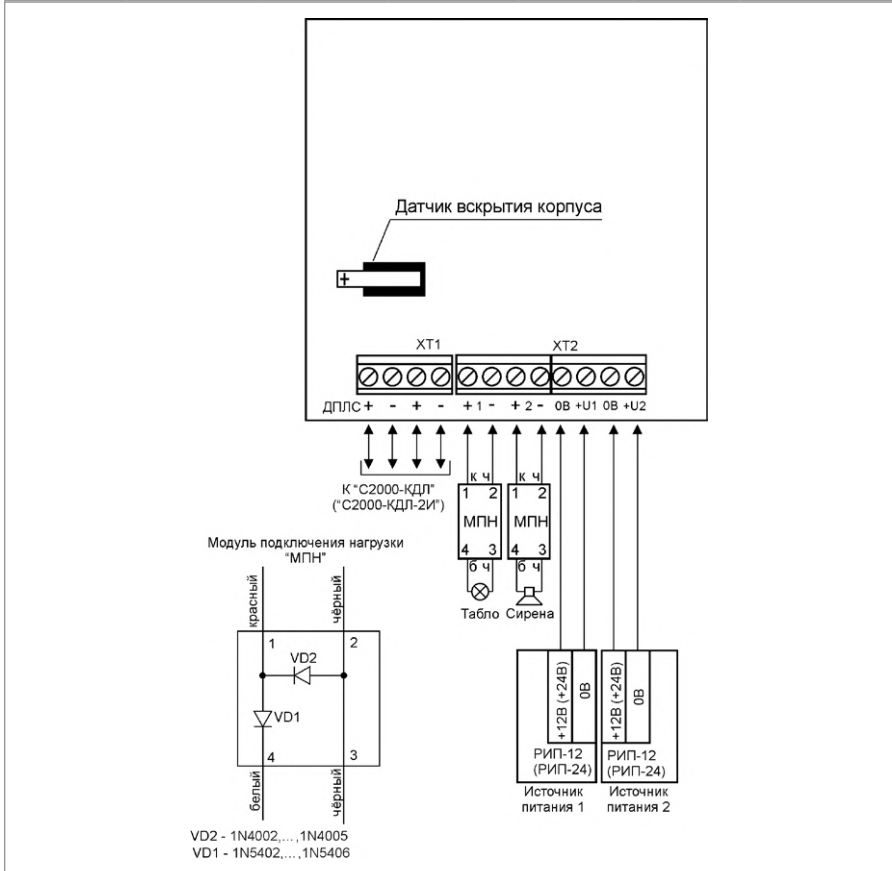

Рисунок 10. Схема внешних соединений блока «С2000-СП2 исп.02», «С2000-СП2 исп.03»
2.2. Подключение соединительных линий производите в соответствии с проектной документацией и схемой на Рисунок 10.